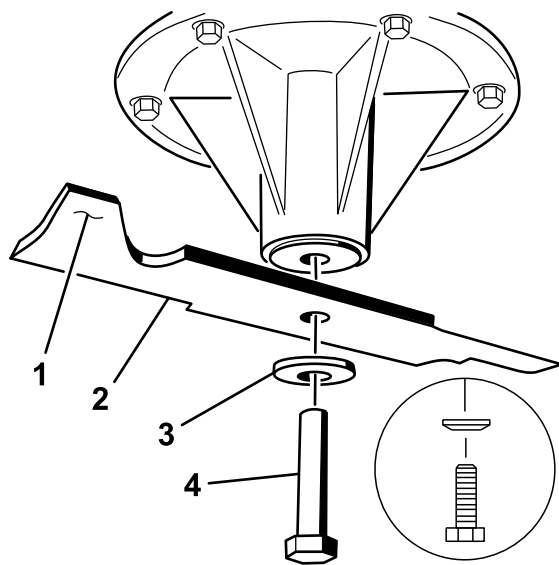

Figure 95
- Enlevez de l'axe, le boulon, la rondelle bombée et la lame (Figure 95).
3. Si la lame est déséquilibrée, limez un peu l'extrémité de la partie relevée seulement (Figure 95).